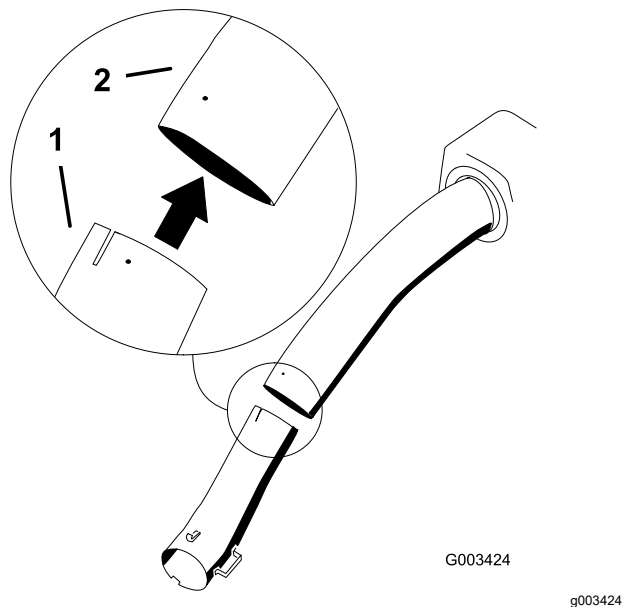

Figure 26
8. Insérez le tube inférieur dans le tube supérieur (Figure 26).